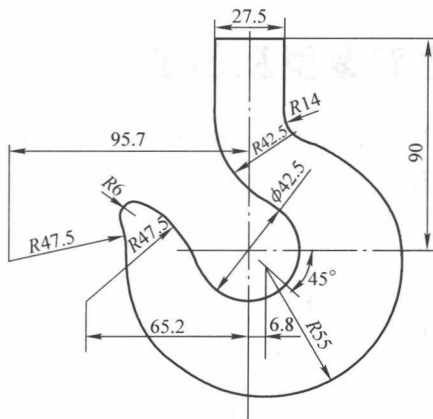

图 1-31 平面轮廓线
1) 绘制平面轮廓线。按 F9 键，切换 XOY 面为当前绘图平面，使用曲线生成和曲线编辑命令绘制如图 1-31 所示的平面图形。